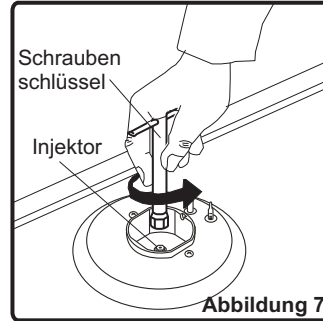

Abbildung 7
- Schrauben Sie die Injektoren heraus. Verwenden Sie dazu einen 7-mm-Schraubenschlüssel (Abbildung 7).